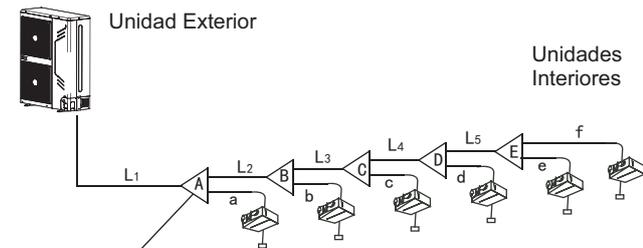
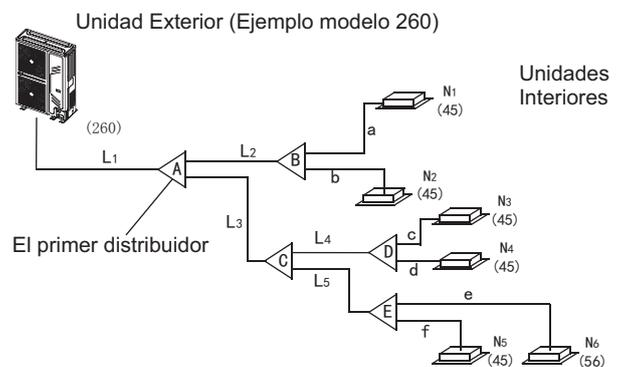

Fig. 4-4
Fig.4-6
- Tubería principal (L1) (Referirse a Fig.4-6 y Fig.4-4)
En la Fig.4-6, la tubería principal L1, la capacidad de la unidad exterior es de 26 kW, y comprobar la Fig.4-6 para obtener el tamaño de la tuberías, será 22.2 (7/8") / 9.5 (3/8") y también la longitud total equivalente es  $> 45m$ , a continuación, comprobar la Fig.4-4 para obtener el tamaño de la tubería de gas y la tubería de líquido serán de 25.4 (1") / 9.5 (3/8"), y de acuerdo con el principio de valor máximo, debe aplicarse el diámetro 25.4 (1") / 9.5 (3/8").